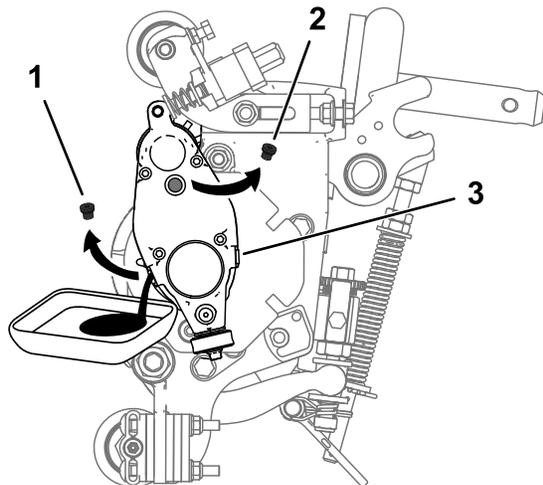

Figura 26
5. Inclíne la unidad de corte hacia atrás en el caballete hasta que el puerto de vaciado se encuentre en la parte inferior, para garantizar un vaciado completo (Figura 26).